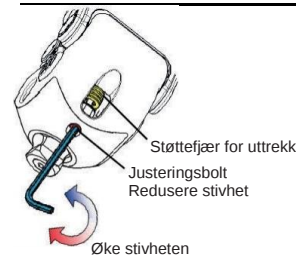

Fig. 10 Slik justerer du fjæren til forlengelsesassistenten
- Juster justeringsboltene vist i fig. 10 med en 2,5 mm sekskantnøkkel.